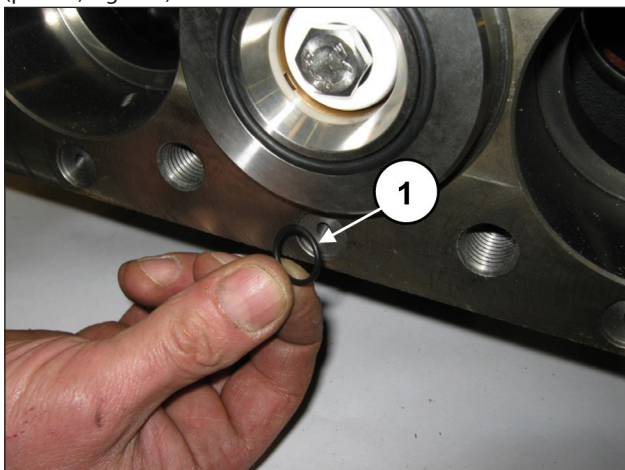

Fig. 161
Aplicar las 6 juntas tóricas frontales del cárter de la bomba (pos. ①, Fig. 161).